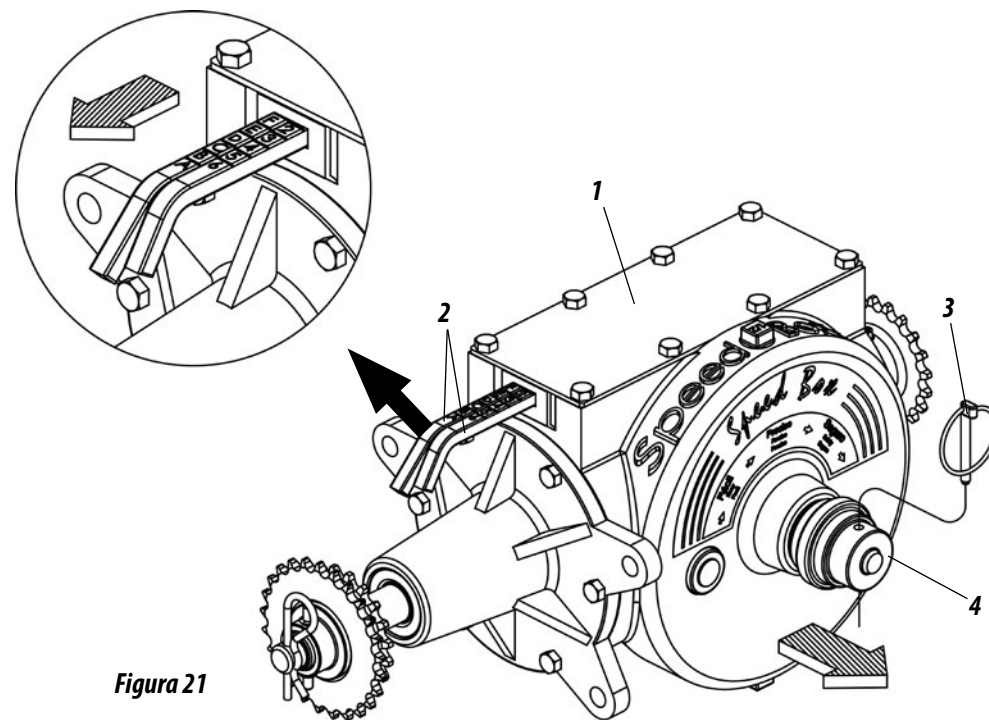

Figura 21
• Las sembradoras son equipadas con el sistema Speed Box (1), que acciona el sistema de distribución con regulados simples, garantizando el cambio de rotaciones rápidas. Para regular las semillas, proceda de la siguiente forma:
01 - Seleccione la cantidad deseada en las tablas y verifique la combinación correspondiente en las palancas (2). Ejemplo: Posición F2 en la tabla, indica que la palanca con letras debe estar en la posición "F" y la palanca con números debe estar en la posición "2", según muestra la figura 21.